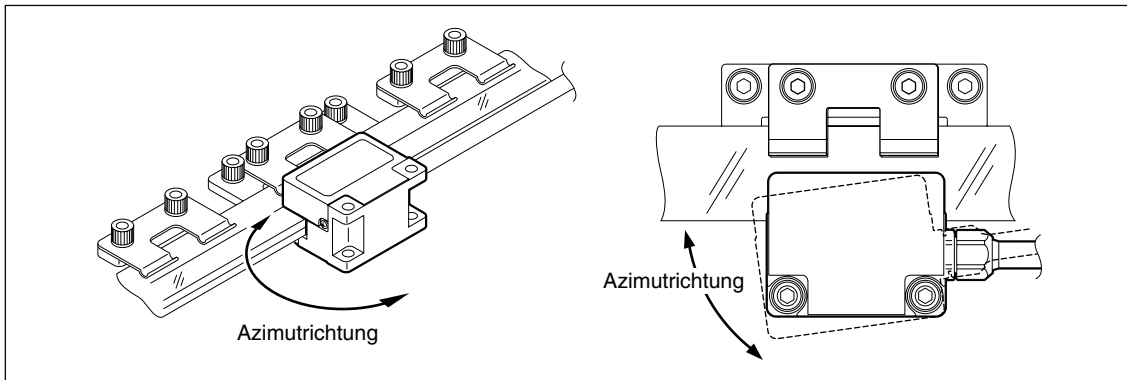

Abb. 3-14
- 2 Drehen Sie den Detektorkopf, wie in Abb. 3-14 gezeigt, bis Sie den Punkt finden, an dem die Amplitude der Lissajousfigur ihr **Maximum** erreicht.